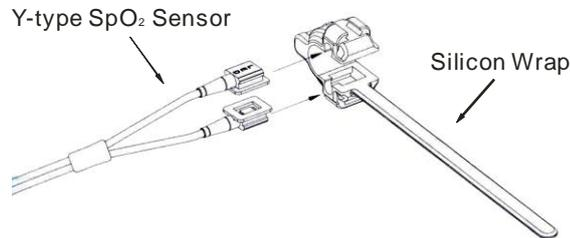

Figura 3.9: Posicionando um Sensor Neonatal SpO2
1. Insira o Y nas aberturas do prendedor conforme a Figura 3.9.